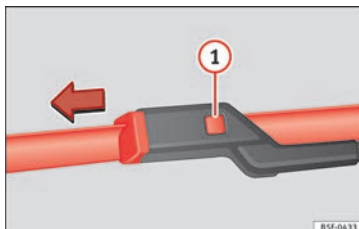

Fig. 82 Sostituzione delle spazzole dei tergicristalli.
- Mantenere premuto il tasto di sblocco » **fig. 82 ①** tirando leggermente la spazzola nel senso della freccia.